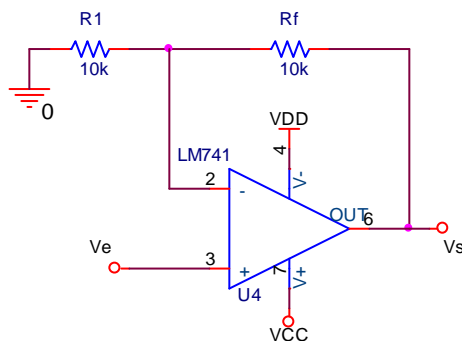

Figura 5
- 9) Arme el circuito de la figura 5, conecte el generador de funciones en la terminal V_e y mida y dibuje los voltajes de las terminales V_e y V_s usando ambos canales del osciloscopio.